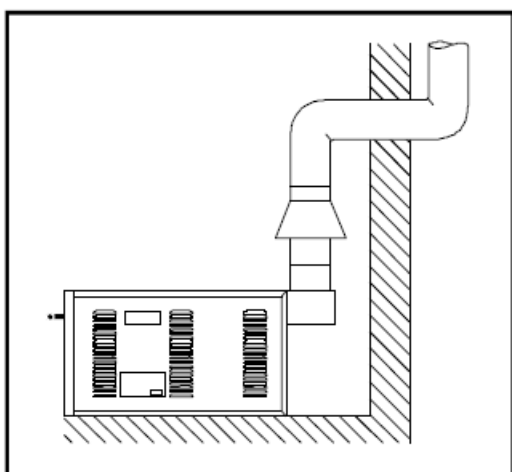

Рисунок 11 – Естественный дымоотвод
1) Естественный дымоотвод (рисунок 11)